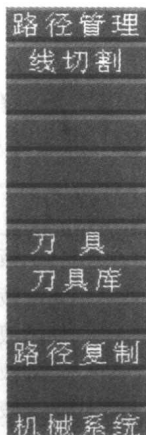

图 1-4
(5) 提示区询问全部模型吗？单击【是】确认。单击【否】则会要求选取图素。
(6) 此时系统默认的机械系统名称显示在提示区旁边，也可以输入其他名称。
(7) 单击鼠标离开之后便进入 NC 加工，菜单中增加了【路径管理】。刀具路径的设定方式与前面相同，如图 1-4 所示。